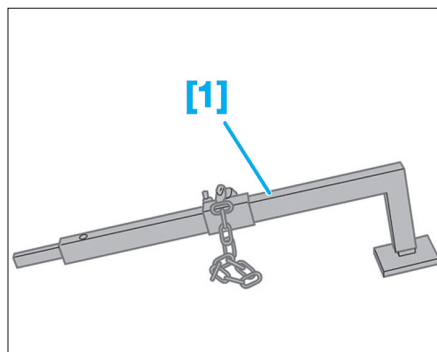

Fig. 18
- [1]. Levier de désaccouplement des rotules pivot (Ref. 0622) (Fig.18).